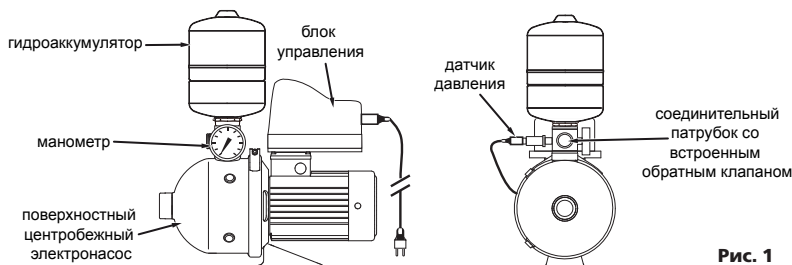

Рис. 1
6.1. Основные элементы насосной станции изображены на рис. 1.
8.1. Перед установкой насосной станции следует надежно присоединить гидроаккумулятор к соединительному патрубку (как показано на рис. 1), используя входящую в комплект фторопластовую ленту, либо применив любое другое сантехническое резьбовое уплотнение. Также следует аккуратно присоединить к датчику давления соответствующий кабельный разъем до щелчка.